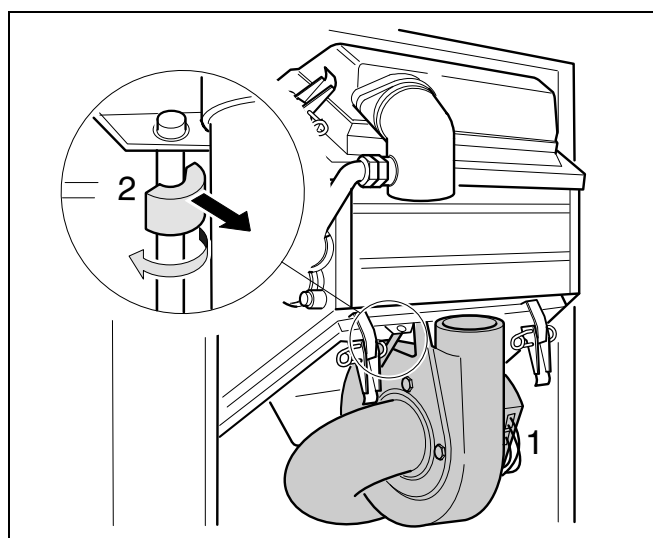

Abb. 34 Haltesicherungen entfernen
- Stecker am Gebläse abziehen (Abb. 34, Pos. 1).
- Haltesicherung am Gebläse drehen und herausziehen (Abb. 34, Pos. 2).